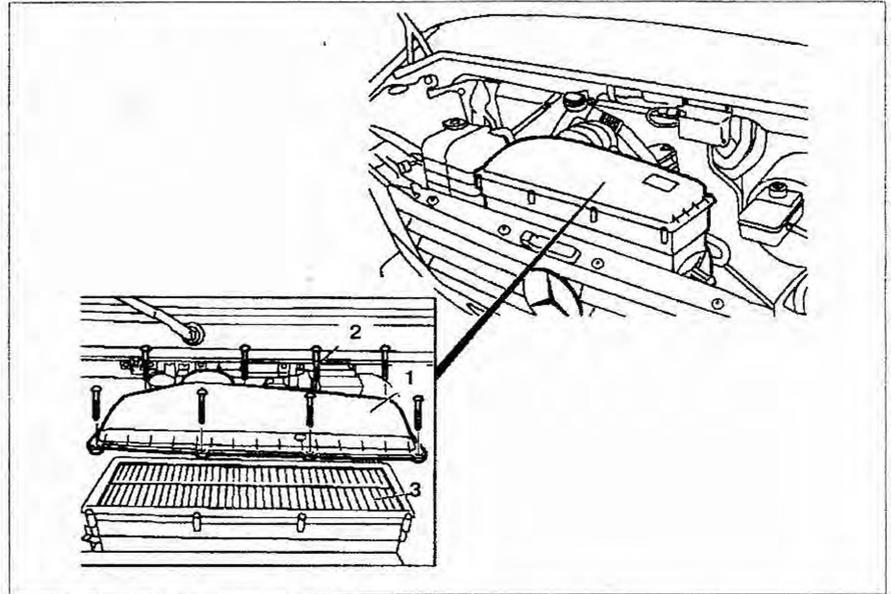

Рис. 1.10. Замена фильтрующего элемента воздушного фильтра:
1. Открутите болты 2 (рис. 1.10).